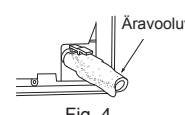

Fig. 4
- Sisestage äravooluvoolik täielikult siseseadme tagumise osasse. (Fig. 4)
- Sisestage äravooluvoolik seinavaa muhvi (C) ja kinnitage siseseadme ülemine osa paigaldusplaadile (1). Seejärel liigutage siseseade täielikult vasakule, et torude paigaldamine seadme taga oleks lihtsam.